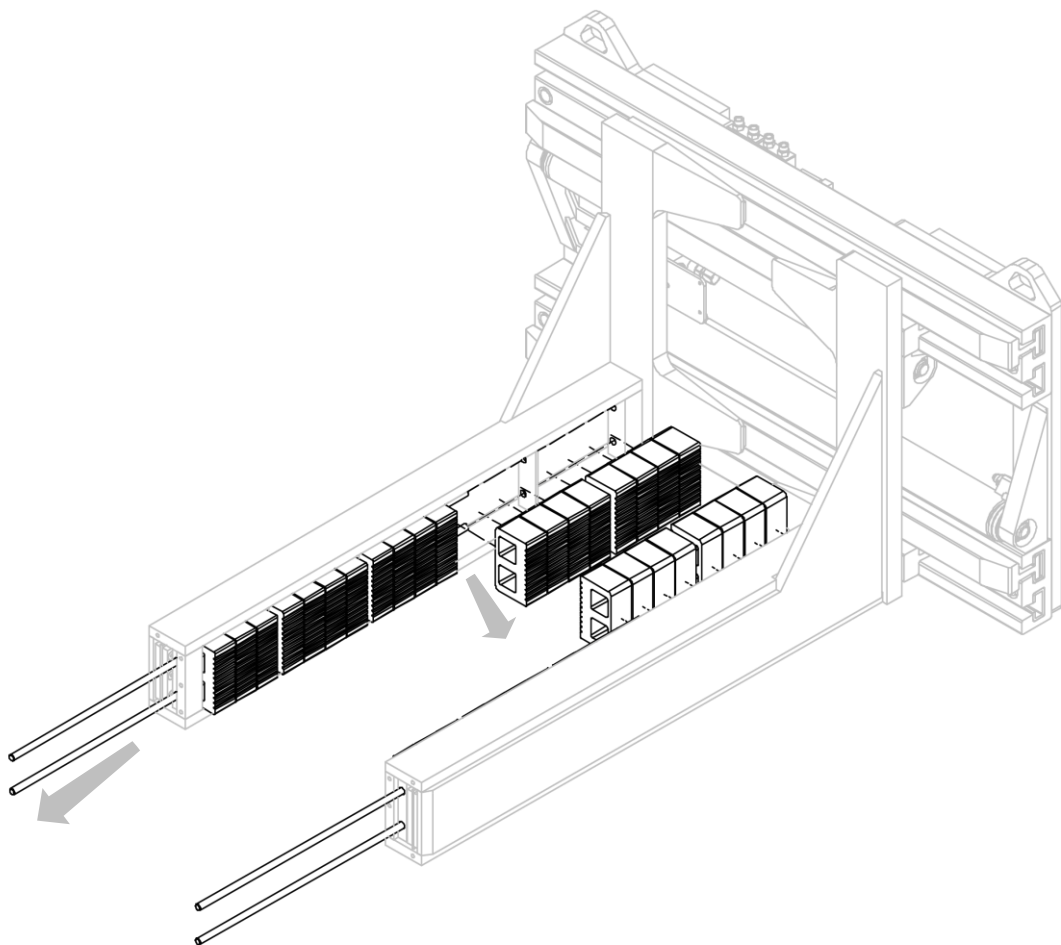

Figura 34
2. Sfilare dalle relative sedi i perni di fissaggio prestando e rimuovere nel mentre i tasselli in poliuretano (vedi *Figura 34*).